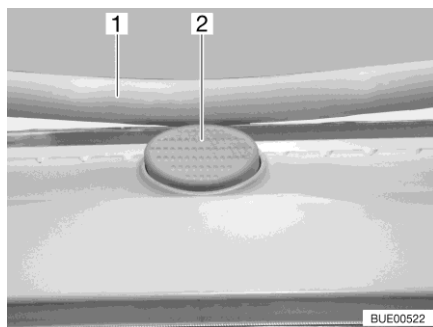

Bild 94 Låsknapp (Heki-taklucka)
- Tryck på låsknappen (Bild 94,2) och dra ner bygeln (Bild 94,1) med båda händerna.
- Tryck bygeln uppåt med båda händerna tills bygeln ligger ovanför låsknappen (Bild 94,2).